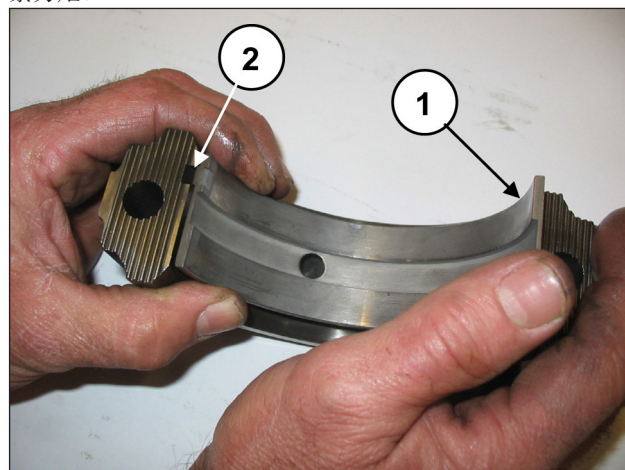

图 61
将下半轴承安装到连杆帽上(部件号①, 图 61), 确保半轴承的基准平键定位在连杆帽的专用底座中(部件号②, 图 61)。